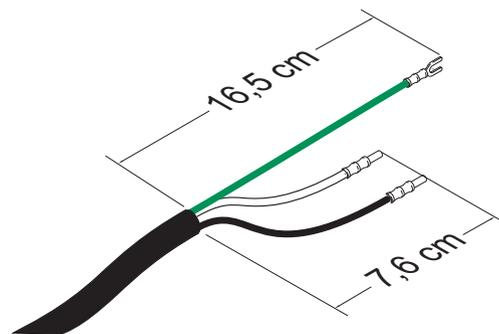

FIG. 8: Cavo di alimentazione
- Aggiungere dei capicorda se necessario. Vedere FIG. 8.